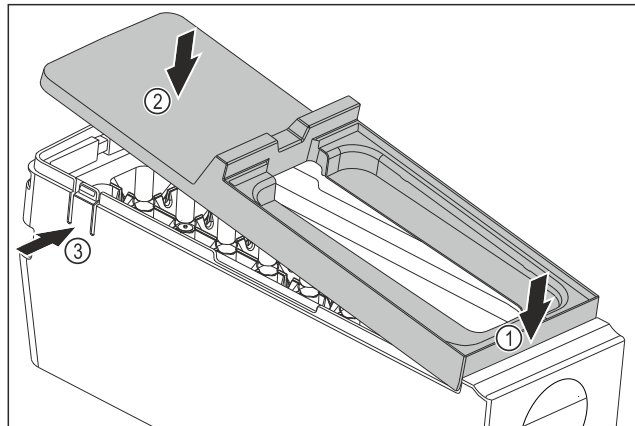

Fig. 94
- Встановіть кришку корпусу EasyTwist-Ice: Прикріпіть кришку спереду. Fig. 94 (1)
- Опустіть кришку ззаду. Fig. 94 (2)
- Кришка зі звуком фіксується в обох виступах Fig. 94 (3).